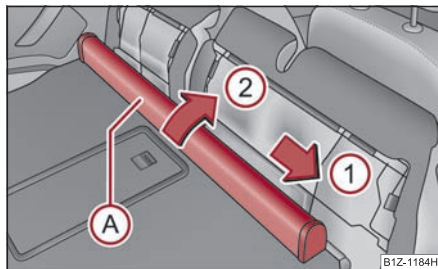

Fig. 107 Asientos traseros:
- Desplazar la caja de la red de separación **A** ⇒ fig. 107 en sentido de la flecha **1** y sacarla del alojamiento del asiento posterior en sentido de la flecha **2**.